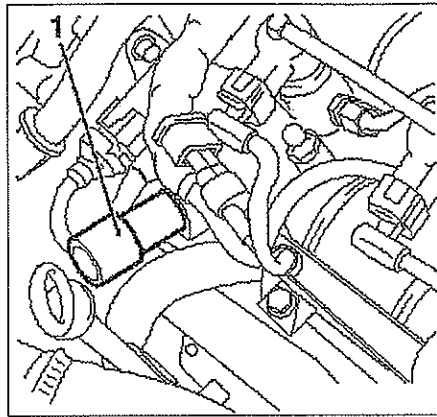

FIG. 10
- Colocar el pasador (1) (útil Opel: EN-46789) de calado del eje de levas en lugar del tapón (fig. 10).